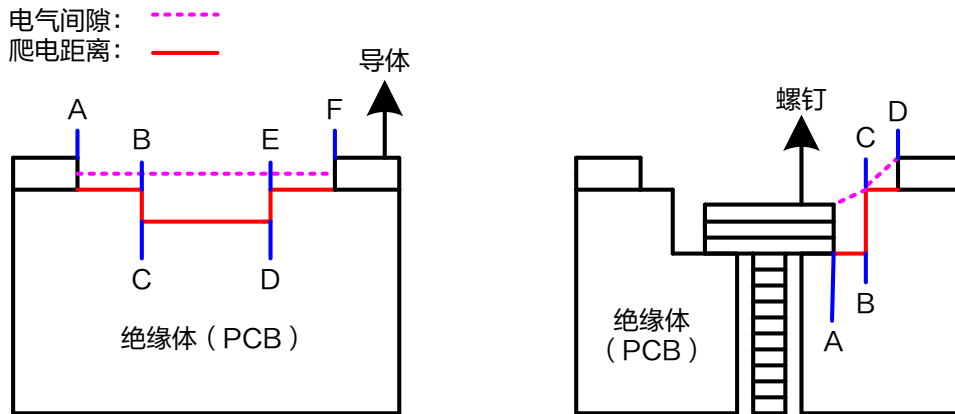

图1.爬电距离与电气间隙
1.爬电距离：指两个导电部件之间沿绝缘材料表面的最短路径距离（如图1）。主要适用长期施加的工作电压，防止因污染、湿度或冷凝在绝缘表面形成漏电痕迹而导致的失效。
2.电气间隙：指两个导电部件之间通过空气的最短距离（如图1）。主要防范在任何所需的瞬态过压期间产生空气电离或电弧。